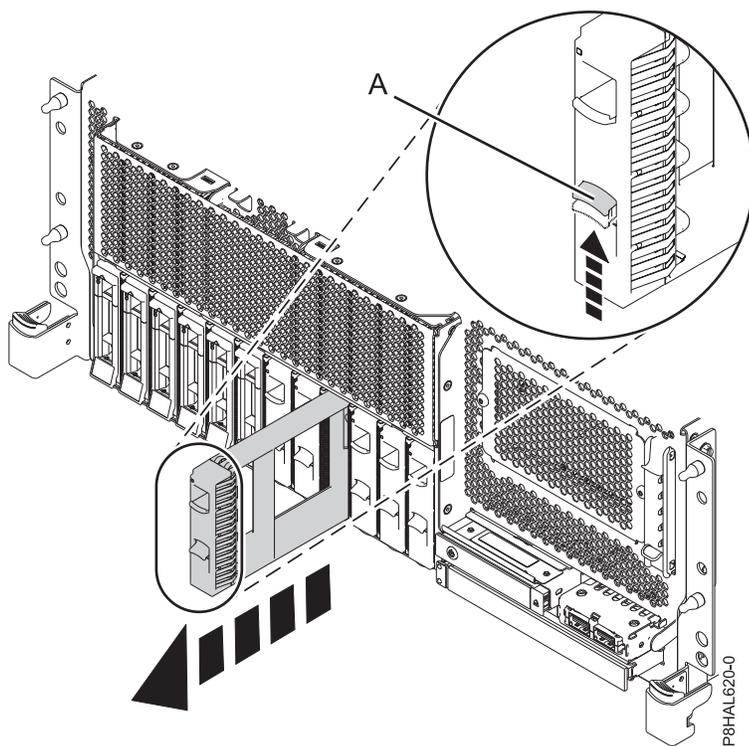

Abbildung 45. Plattenlaufwerk-Platzhalterelement ausbauen - Einschubsystem mit Basisfunktionen
- a. Schieben Sie die Sperre (**A**) am Griff des Platzhalterelements in die in Abb. 45 gezeigte Richtung.